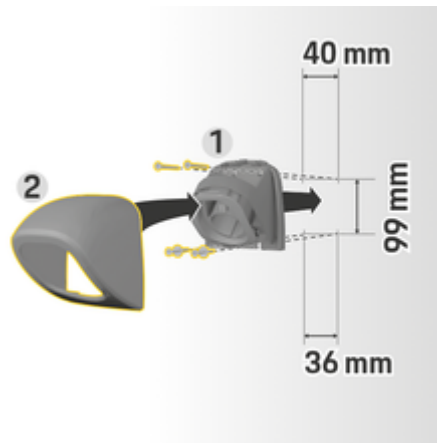

Fig. 64: foratura
1. Rimuovere il supporto del connettore **1** (Fig. 64) dalla copertura **2** (Fig. 64).
4. Avvitare il supporto del connettore **1** (Fig. 64) al muro.
5. Posizionare la copertura **2** (Fig. 64) dal basso sul supporto del connettore **1** (Fig. 64) e premere verso l'alto.